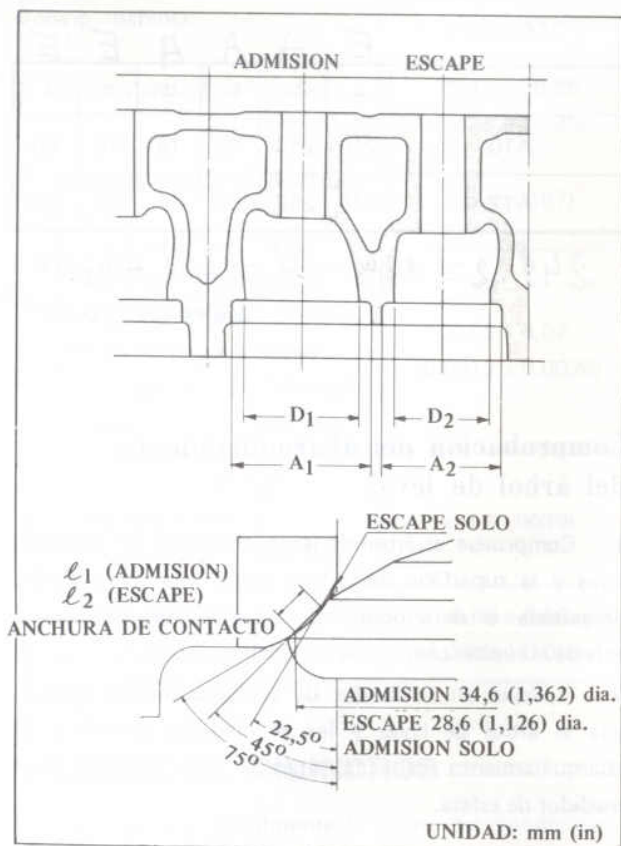

Fig. EM-44 Inserción del asiento de la válvula
6. Los asientos de la válvula nuevamente acoplados deberán recortarse o rectificarse a las dimensiones especificadas como se muestra en la figura EM-44.